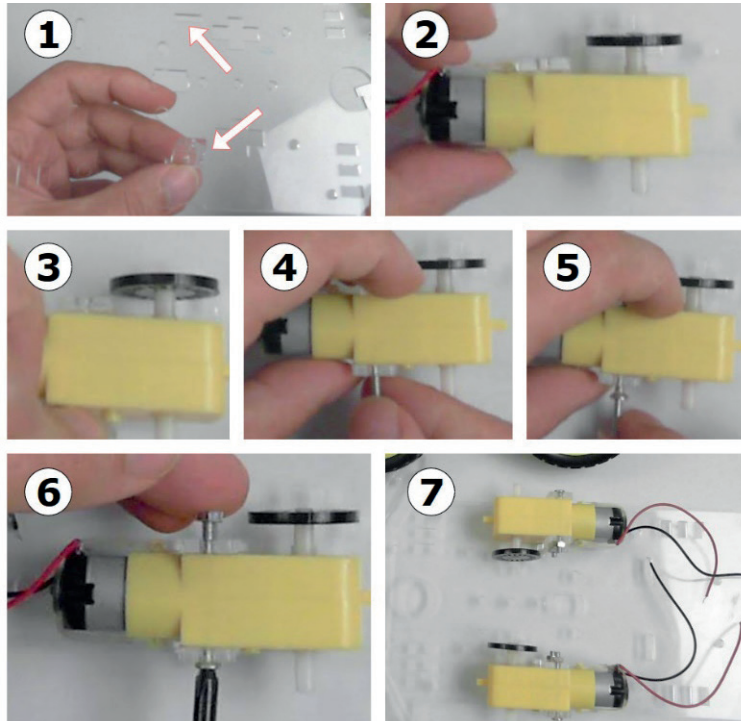

Рис. 6.23. Пластиковая опора двигателя
Для того чтобы установить двигатель посредством пластиковых опор, сначала найдите прорезы для крепления, как показано на рис. 6.23.
1. Стрелки на рис. 6.23 указывают на нужные прорезы. Вставьте пластиковые опоры в прорезы.